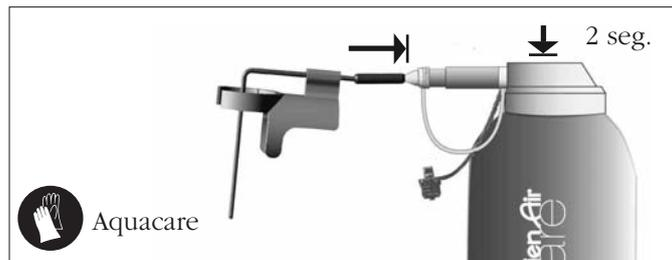

fig. 3A
- Eliminar el líquido fisiológico pulverizando (durante 2 s) por el tubo del sistema de irrigación con **Aquacare** fig. 3A.